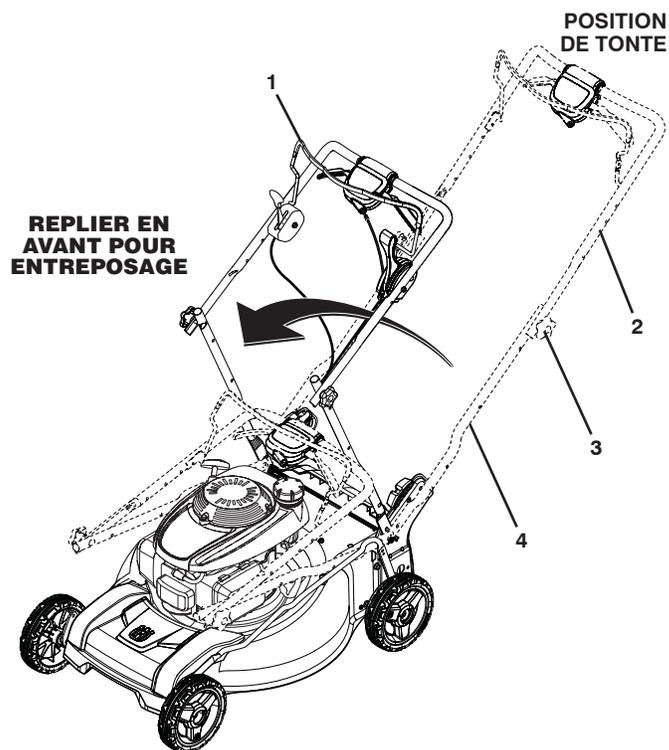

Figure 28
1. Desserrez les deux (2) boutons de guidon sur les côtés du guidon supérieur et pliez le guidon vers l'arrière (Figure 28).